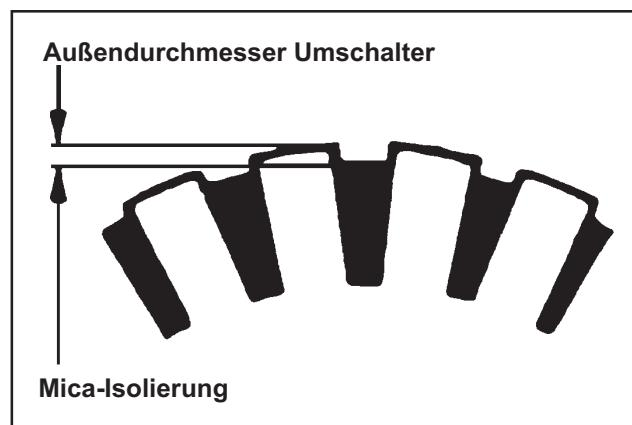

Abbildung 8-57. Mica-Inspektion Umschalter.
1. Den Umschalter reinigen und untersuchen (Außenfläche). Die Mica-Isolierung muss niedriger sein, als die Umschalterlamellen (Unterschnitt), um einen einwandfreien Betrieb des Umschalters zu garantieren. Siehe Abbildung 8-57.